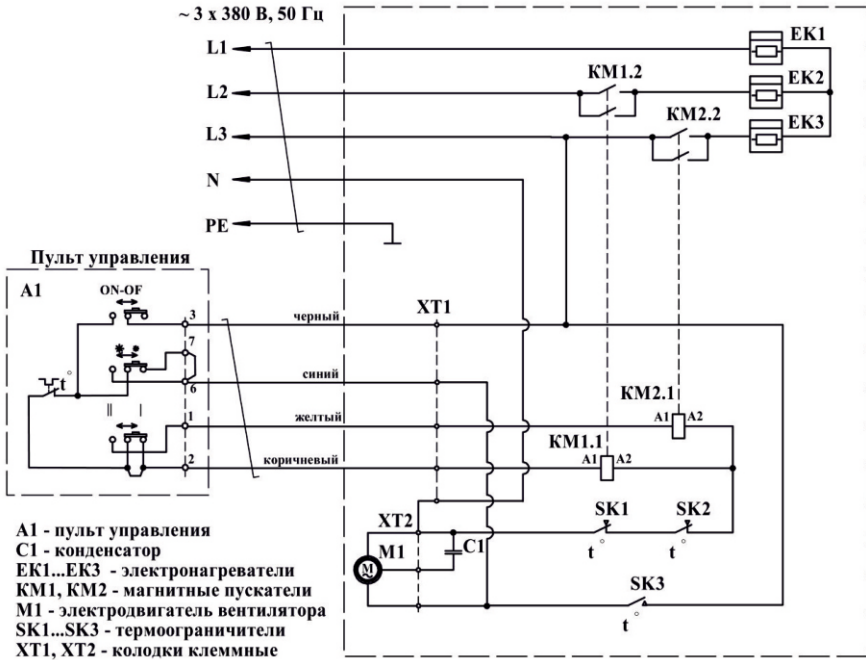

Рис. 2 Электрическая схема
5.5 Электрическая схема завес приведена на рис. 2 Приложения.